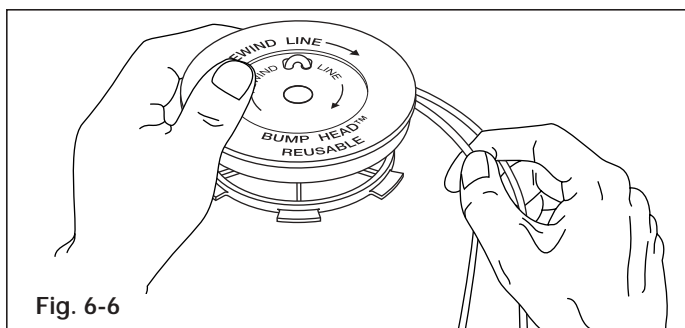

Fig. 6-6
7. Enroulez les fils en couches uniformes serrées sur le moulinet (Fig. 6-6). Enroulez le fil dans le sens indiqué sur le moulinet intérieur. Placez votre index entre les deux fils pour les empêcher de se superposer. Ne superposez pas les extrémités du fil. Passez à l'étape 11.
8. Découpez environ 3 m (10 pi) de fil neuf. Insérez une extrémité de fil dans l'un des deux trous du moulinet intérieur (Fig. 6-6). Tirez le fil jusqu'à ne laisser que 10 cm (4 po) environ.